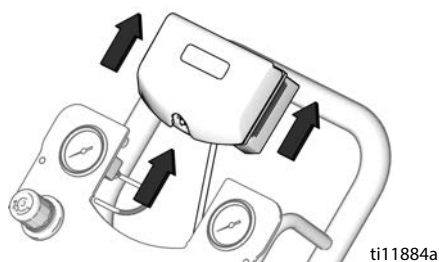

Рис. 10. Извлечение модуля DataTrak
3. Снимите модуль DataTrak с кронштейна. См. Рис. 10. Переместите модуль с прикрепленным кабелем во взрывобезопасную зону.